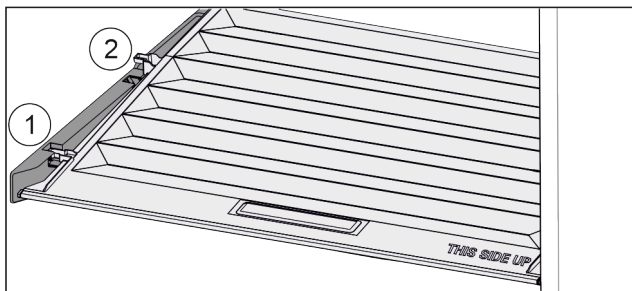

Fig. 28
- ▶ Vytáhněte víko dopředu až k otvoru v přídržných dílech Fig. 28 (1).
- ▶ Vzadu zespolu nadzvedněte a vyjměte směrem nahoru Fig. 28 (2).